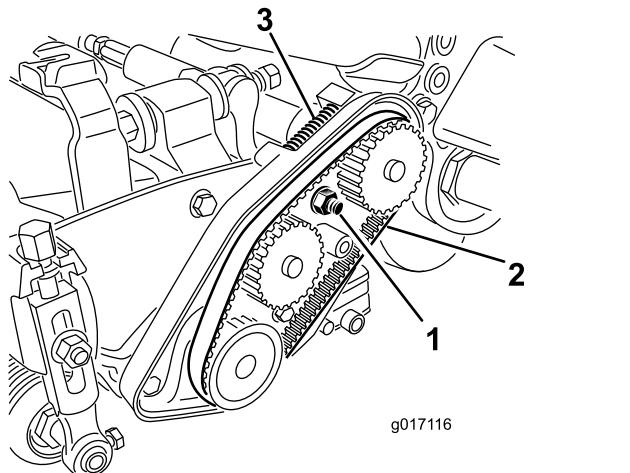

図 17
3. ベアリングハウジングのナットをゆるめる図 17。
5. 各ベルトを取り外す図17。
12. 圧縮スプリングからベルトに適切な力が掛かっていることを確認する図17。